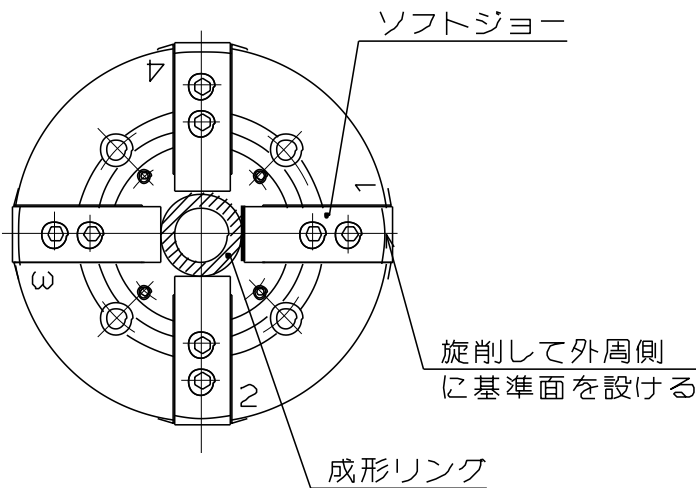

図 12-1
- ① 図 12-1 のようにジョーストロークの中央で成形リングを把握し、ソフトジョーの外周を旋削して基準面を設けてください。